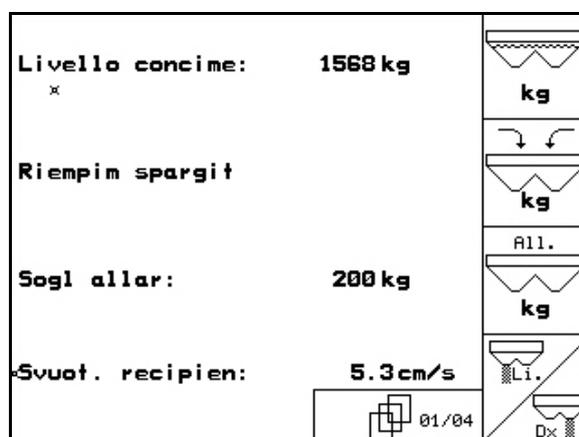

Fig. 50
- Nel menu Dati macchina, Pagina 1 (Fig. 50).
Confermare la quantità di rifornimento del concime (Fig. 50).